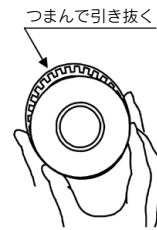

図2 ピストンパッキンの取外し
- ③9 ピストンパッキン: 図2のように取外してください。
- ④0 シリンダチューブガスケット: 精密ドライバーなどで抜き取ります。